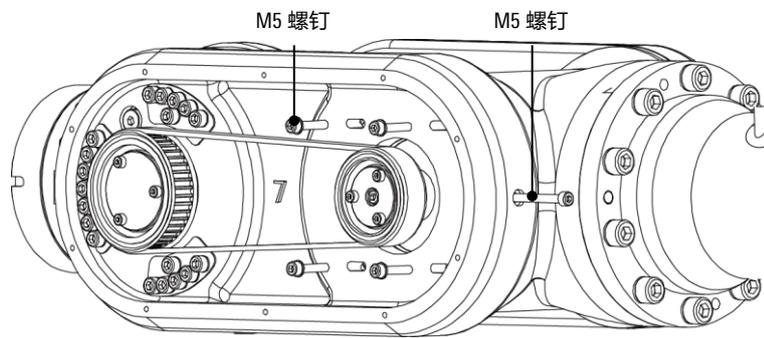

图 10-14 拆卸 J5 电机法兰
- 步骤5. 拆卸张紧螺钉, 再拆掉 J5 电机法兰螺钉及带轮调节螺钉, 采用外六角扳手拆卸 M5 螺钉, 如图 10-14 所示。